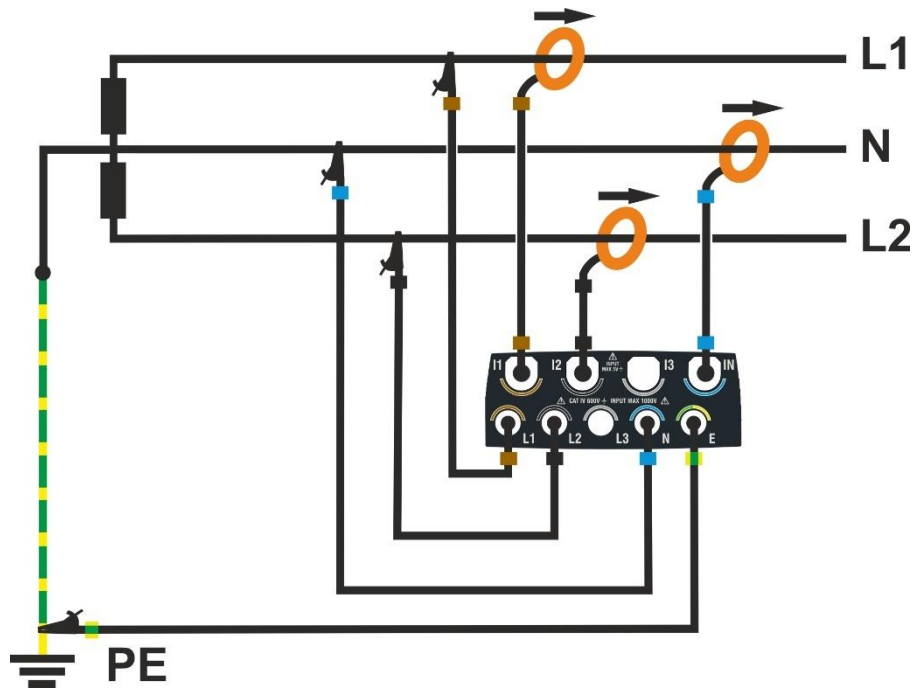

Abb. 70: Anschluss des Instrumentes in einem einphasigen 3-Leiter-System 1F PC
2. Verbinden Sie die Messleitungen mit den Leitern L1, L2, N und PE wie in Abb. 70 gezeigt